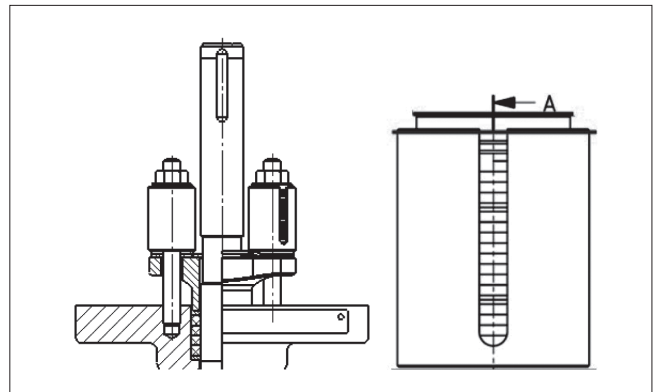

Fig. 14 Précontrainte haute performance
- Pour l'option de précontrainte haute performance (Figure 14), la garniture de presse-étoupe doit être pré-comprimée jusqu'à ce que le capot supérieur atteigne le support d'enveloppe (boîtier) afin de garantir l'application d'une force adéquate.